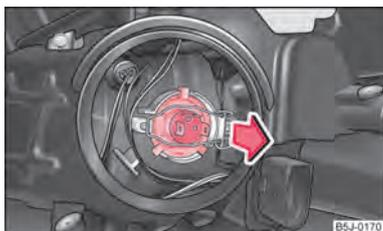

Fig. 153 Desmontaje de la bombilla para la luz de cruce y de carretera
- Retirar el conector de lámpara, desbloquear el alambre elástico y sacar la bombilla hacia atrás ⇒ fig. 153.